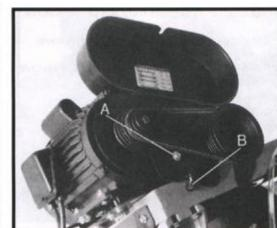

Fig. 2
5. Riemenabdeckung über Riemenscheiben schieben und mit Schrauben und Unterlegscheiben (A, Abb. 2).
6. Riemenabdeckung schließen und mit Feststellknopf (B) sichern.